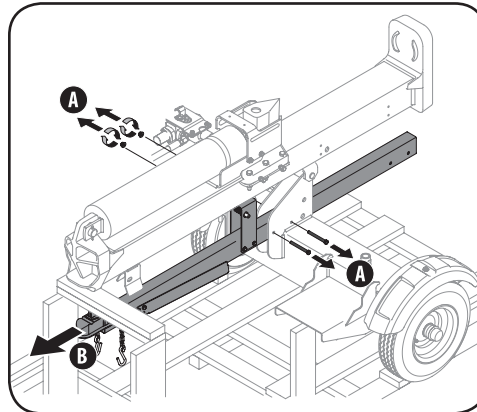
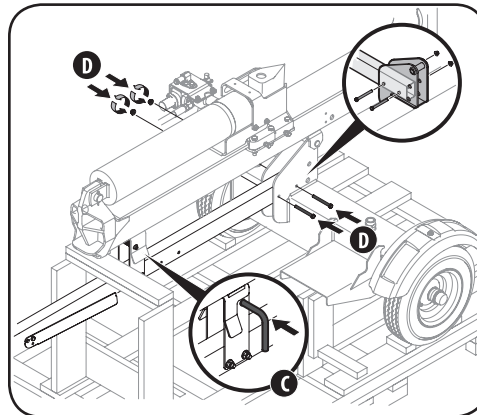

Figura 3-2
Figura 3-3
A los fines del envío, se sujeta el tubo de la lengüeta al bastidor de la máquina rompetroncos cerca del centro. Para reubicarlo, consulte la Figura 3-2 y la Figura 3-3 y proceda de la siguiente manera:
4. Tire del bloqueo de viga hacia afuera, debe quedar alineado con el orificio del soporte de la viga y suelte el bloqueo de la viga. Vea la Figura 3-3.
5. Sujete el tubo de la lengüeta al bastidor reinstalando los dos tornillos hexagonales de tres pulgadas que extrajo previamente y sujetando firmemente con las dos tuercas de seguridad con brida. Consulte la Figura 3-3.